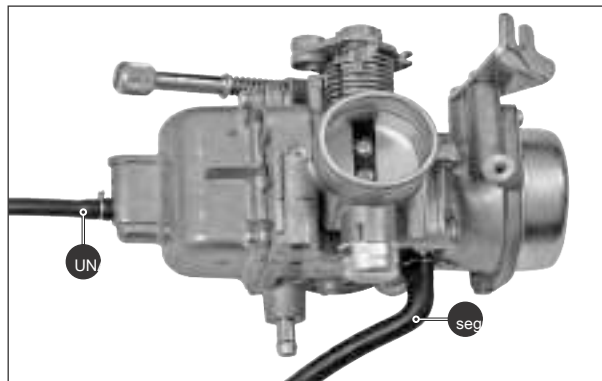

Fig. 4.13
- ¡ Tire de la salida de aire de la manguera (A) y la manguera de drenaje (B) dislocando los clips. (Fig. 4.13)